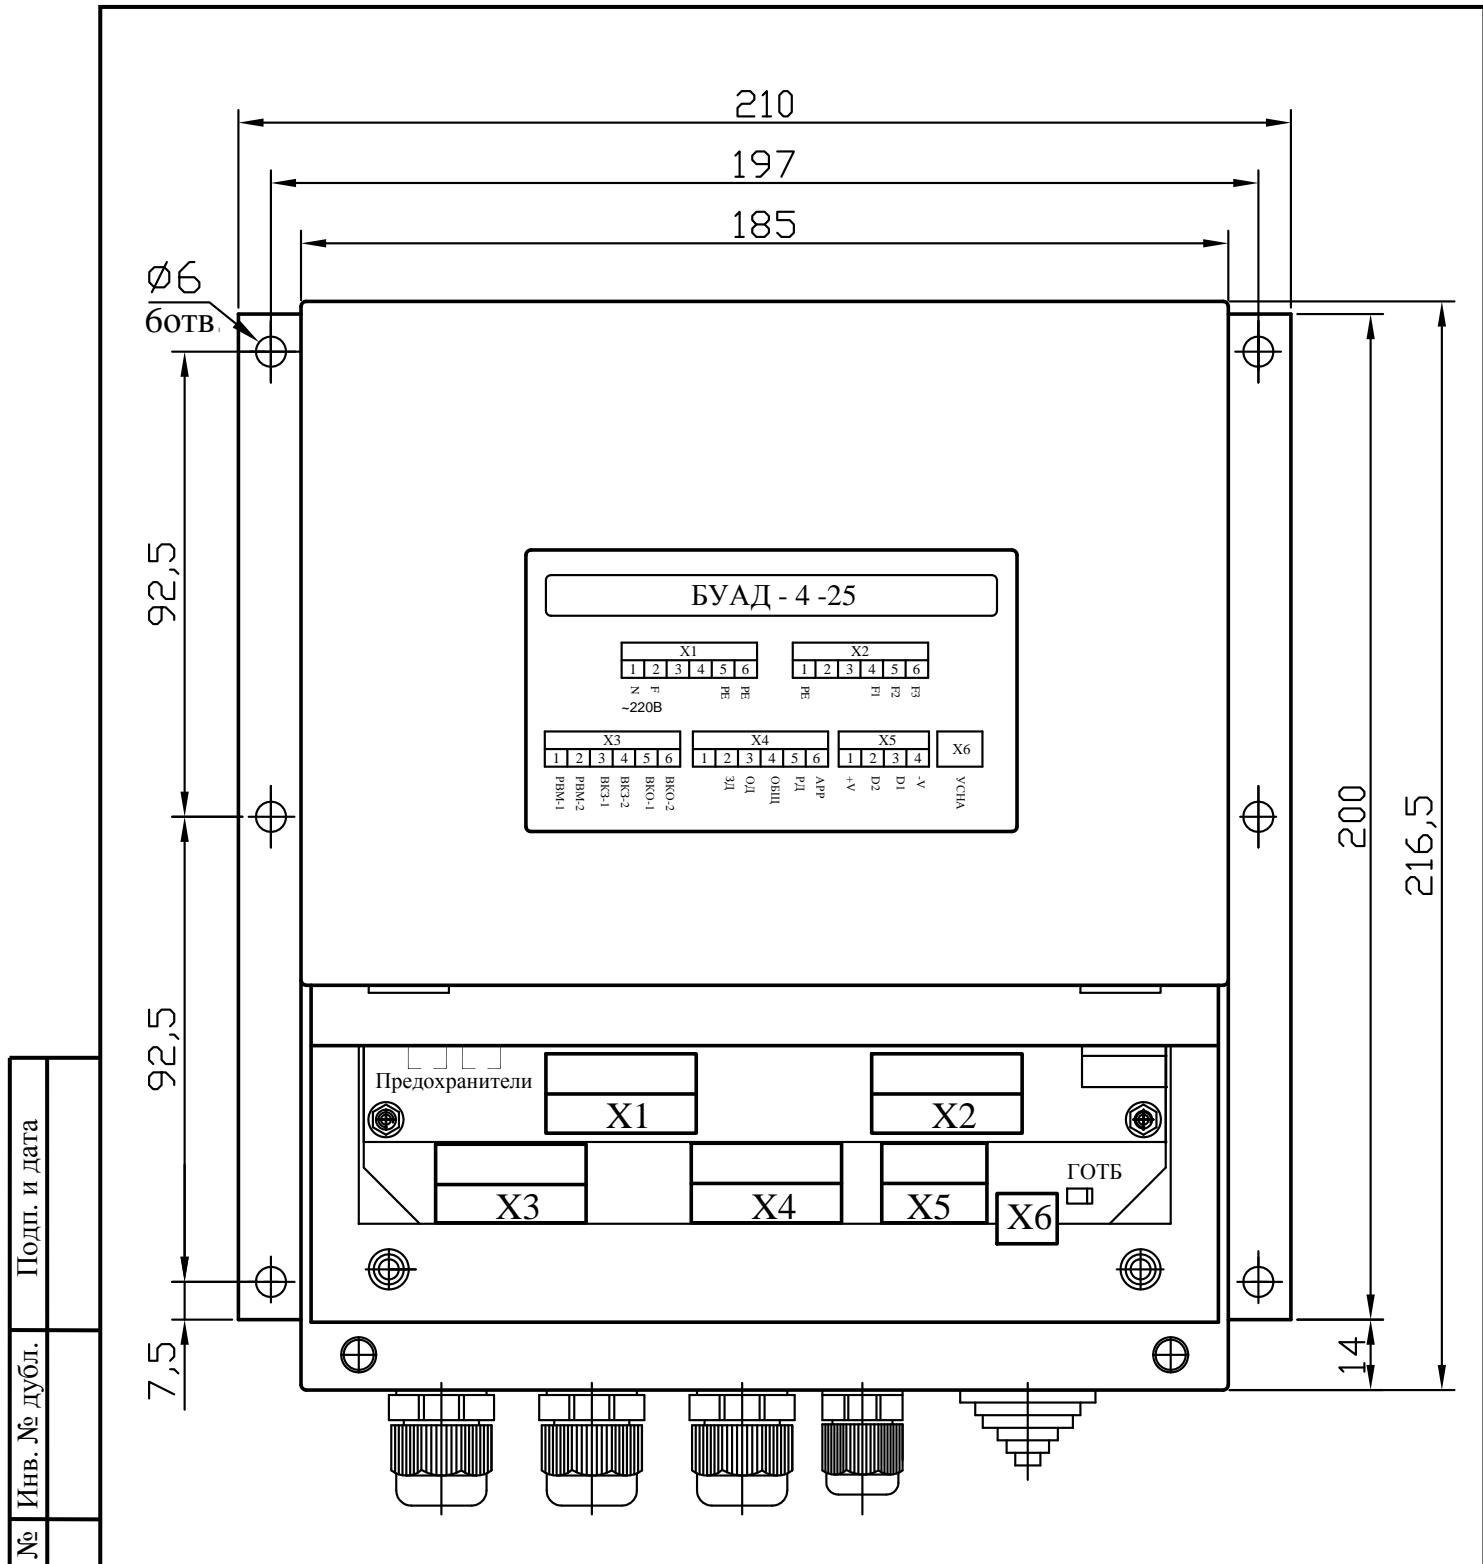
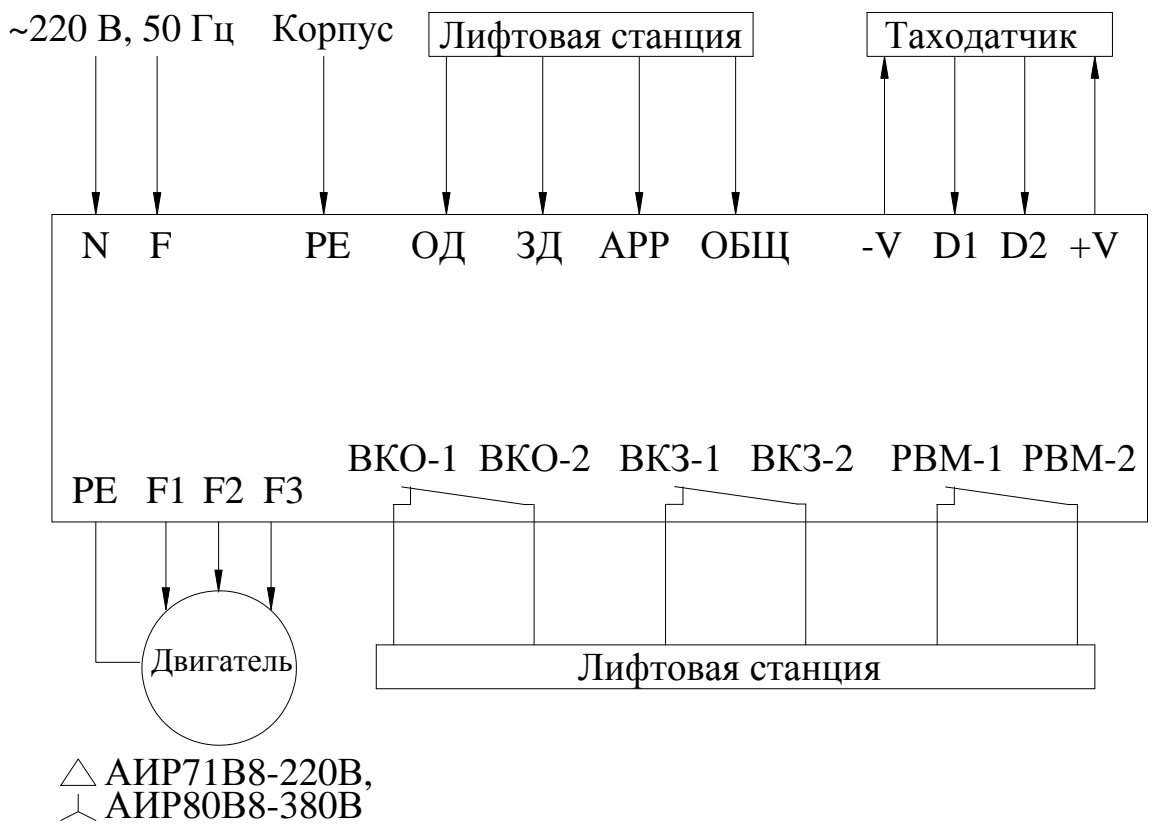
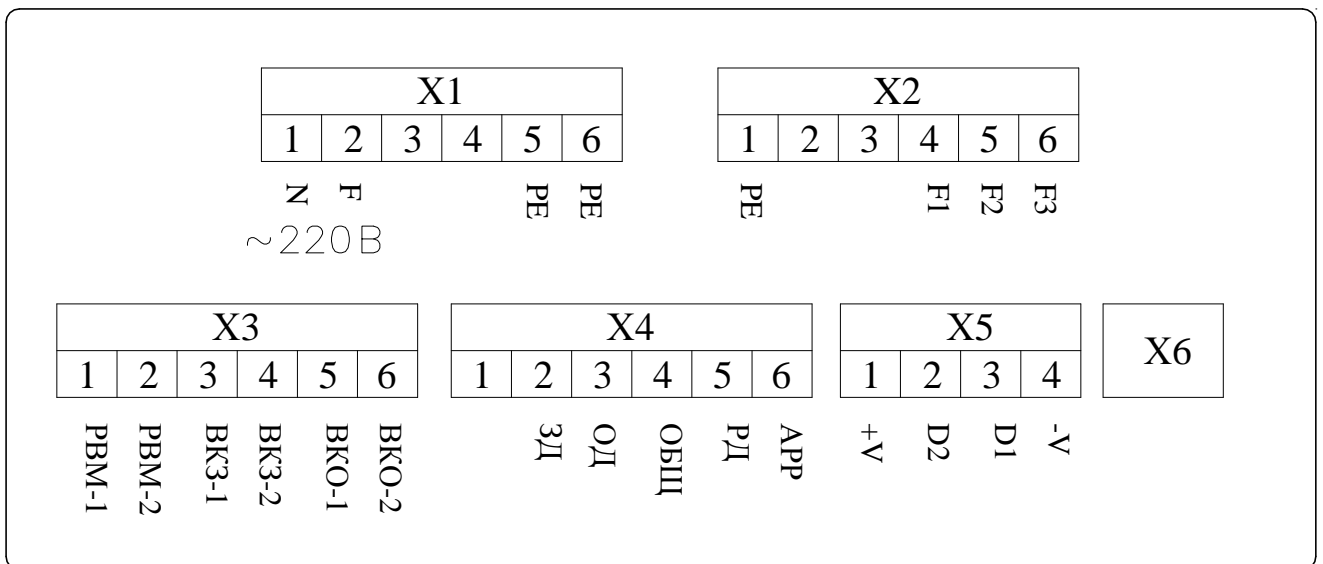

Рис.1. Габаритно-присоединительные размеры Устройства.
Рис.2. Блок-схема подключения внешних контактов БУАД-4-25.
Рис. 3. Схема подключения внешних контактов БУАД-4-25.
Габаритно-присоединительные размеры *Устройства* приведены на **рис.1**.
3.4.2. На **рис.2** показана блок-схема подключения внешних контактов *Устройства*. На **рис.3** показаны и подписаны отдельные контакты каждого из разъемов *Устройства*.
3.4.5. Внешние контакты для лифтовых станций (см. рис. 2, 3):
Узел подключения внешних коммуникаций состоит из набора кабельных выводов (**рис.1**), разъемов для подсоединения шин сетевого питания, цепей выходных напряжений для электродвигателя, цепей управления работой устройства, цепей подключения таходатчика (**рис.2, 3**), заглушки для разъема подключения устройства настройки УСНА, а также крышки, закрывающей разъемы *Устройства*.
3.5.1. С помощью светодиода ‘ГОТБ’ (готовность на плате БУАД), расположенного рядом с разъемом **X6** (**рис.1**), индицируется: